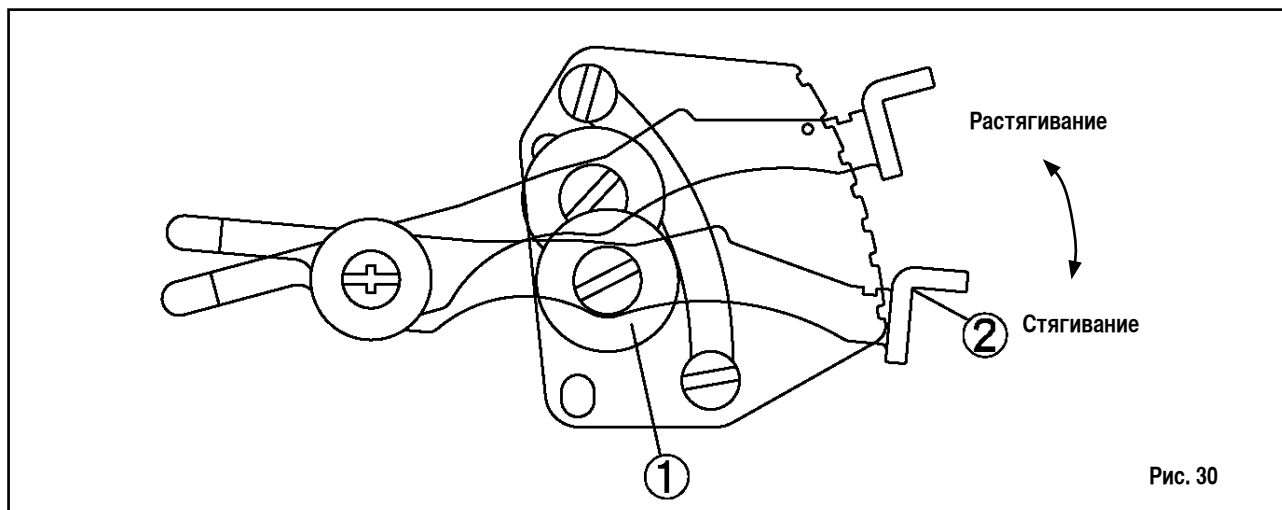

Рис. 30
Ослабьте регулировочную гайку ①. Опуская установочный рычажок ②, стяните материал, поднимая его, растяните материал. После завершения регулировки затяните регулировочную гайку ①. (Рис. 30, таблица 5)